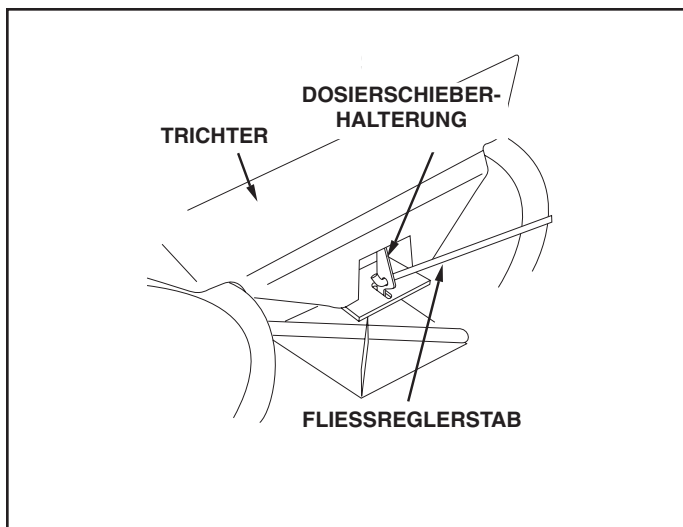

ABBILDUNG 9
18. Haken Sie das freie Ende der Fließreglerstange im Loch der Dosierschieberhalterung ein, die sich am Boden des Trichters befindet. Siehe Abbildung 9.